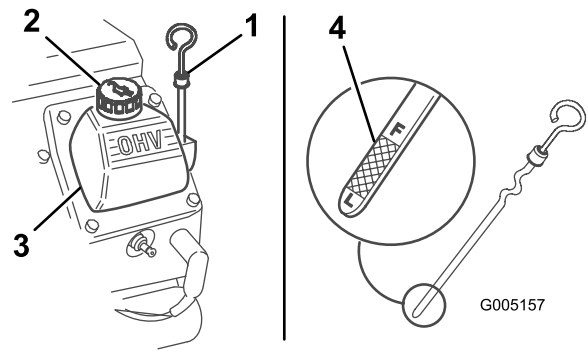

Figura 25
3. Limpie la zona alrededor de la varilla de aceite (Figura 25).
4. Retire la varilla y limpie el extremo metálico (Figura 25).
5. Introduzca la varilla a fondo en el tubo de la varilla (Figura 25).
7. Si el nivel de aceite es bajo, limpie la zona alrededor del tapón de llenado y retire el tapón (Figura 25).
12. Retire el tapón de llenado de aceite (Figura 25) y vierta lentamente aproximadamente el 80 % de la cantidad especificada de aceite a través de la tapa de la válvula.